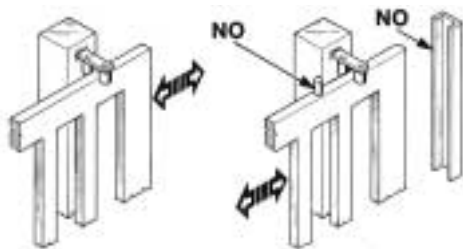

Fig. 3
Las columnas de la verja tienen que llevar en su parte superior unas guías anti-desarrilamiento (Fig. 3) para evitar desenganches involuntarios.
N.B.: Eliminar los topes mecánicos del tipo descrito en el Fig.3.